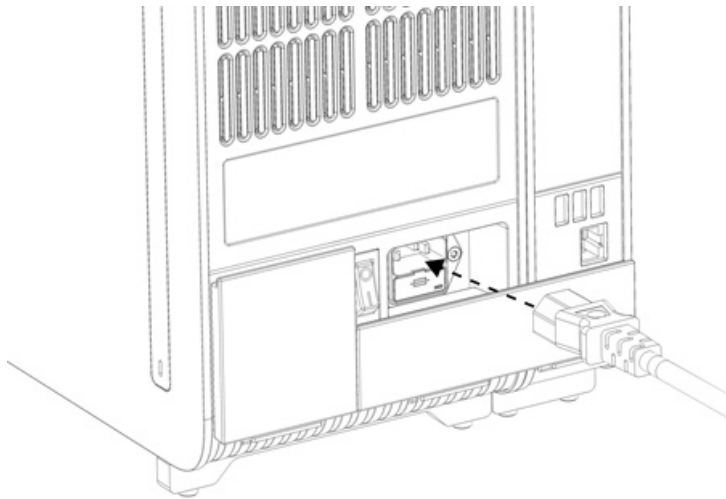

Figura 20. Conectarea cablului de alimentare.
8. Conectați cablul de alimentare livrat împreună cu QIAstat-Dx Analyzer 2.0 în partea din spate a modulului analitic original (Figura 20).